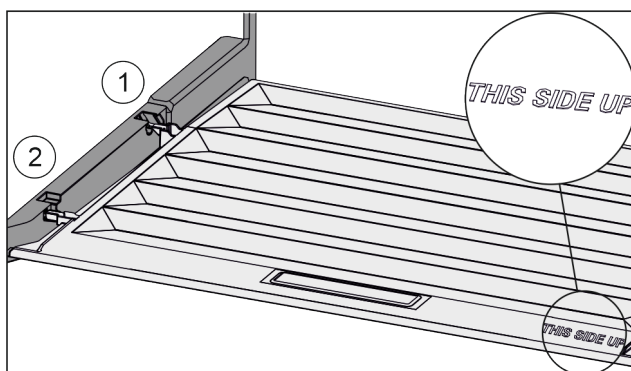

Fig. 139
- ▶ Introduzca los nervios de la tapa por la abertura del soporte trasero Fig. 139 (1) y encájelos por delante en el soporte Fig. 139 (2).